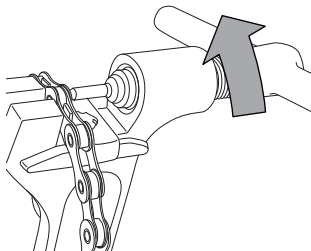

図3
- ツールを回し、小型ピンをリンクの穴から完全に押し出します（図3）